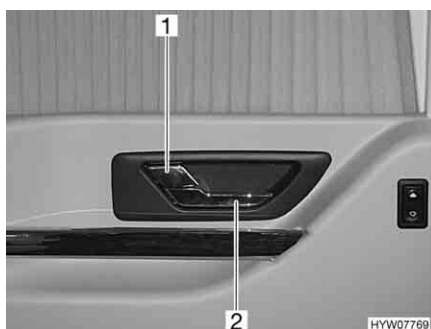

Fig. 40 Serratura della porta conducente, lato interno
- Tirare la maniglia (Fig. 40,2). La serratura della porta si sblocca. Il bottone di sicurezza (Fig. 40,1) scatta automaticamente all'infuori.
- Premere il bottone di sicurezza (Fig. 40,1).